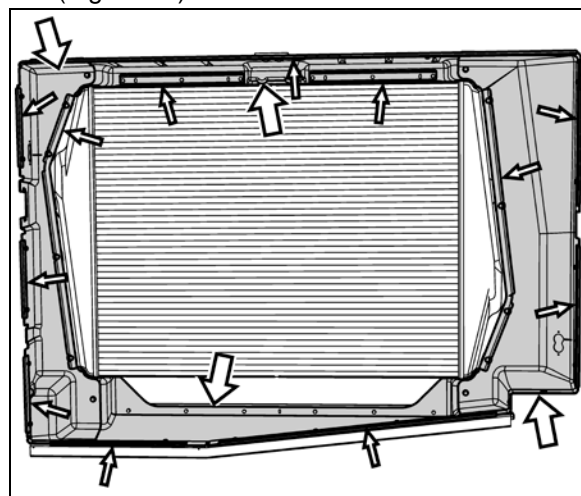

FIGURE 22 : BOÎTIER ÉTANCHE DU RADIATEUR
8. Ouvrir la porte du radiateur pour accéder à l'ensemble radiateur. Détacher l'ensemble du bras supérieur (Figure 22).